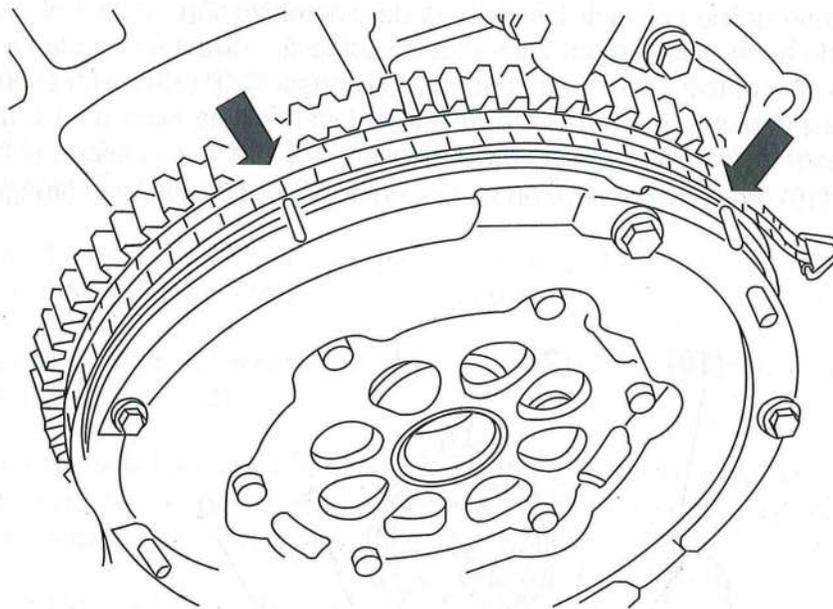

Imagen 12
- Realice un segundo trazo [L] en el volante de inercia, este pertenece al PMS (Punto Muerto Superior) (Imagen 12).
- Retire el indicador de carátula y proceda a medir la distancia entre los dos puntos marcados en el volante de inercia (Imagen 12)